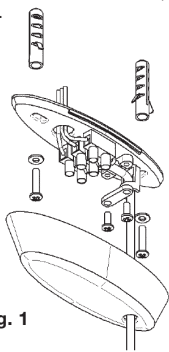

Fig. 1
- Fig. 1.**
- 4) Die Deckenrose mit der Abdeckung verschließen. Diese muss dabei im Rosenboden einrasten. **Bild 1**